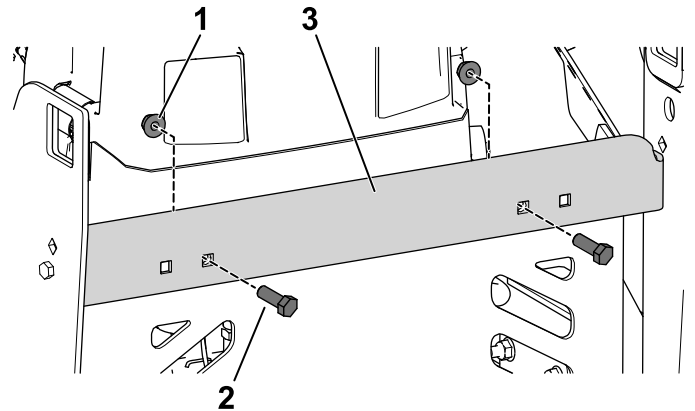

Figura 15
2. Utilizzate 2 bulloni a testa esagonale (5/16" x 7/8") e dadi flangiati per fissare l'ancoraggio trasversale alla protezione posteriore (Figura 15).